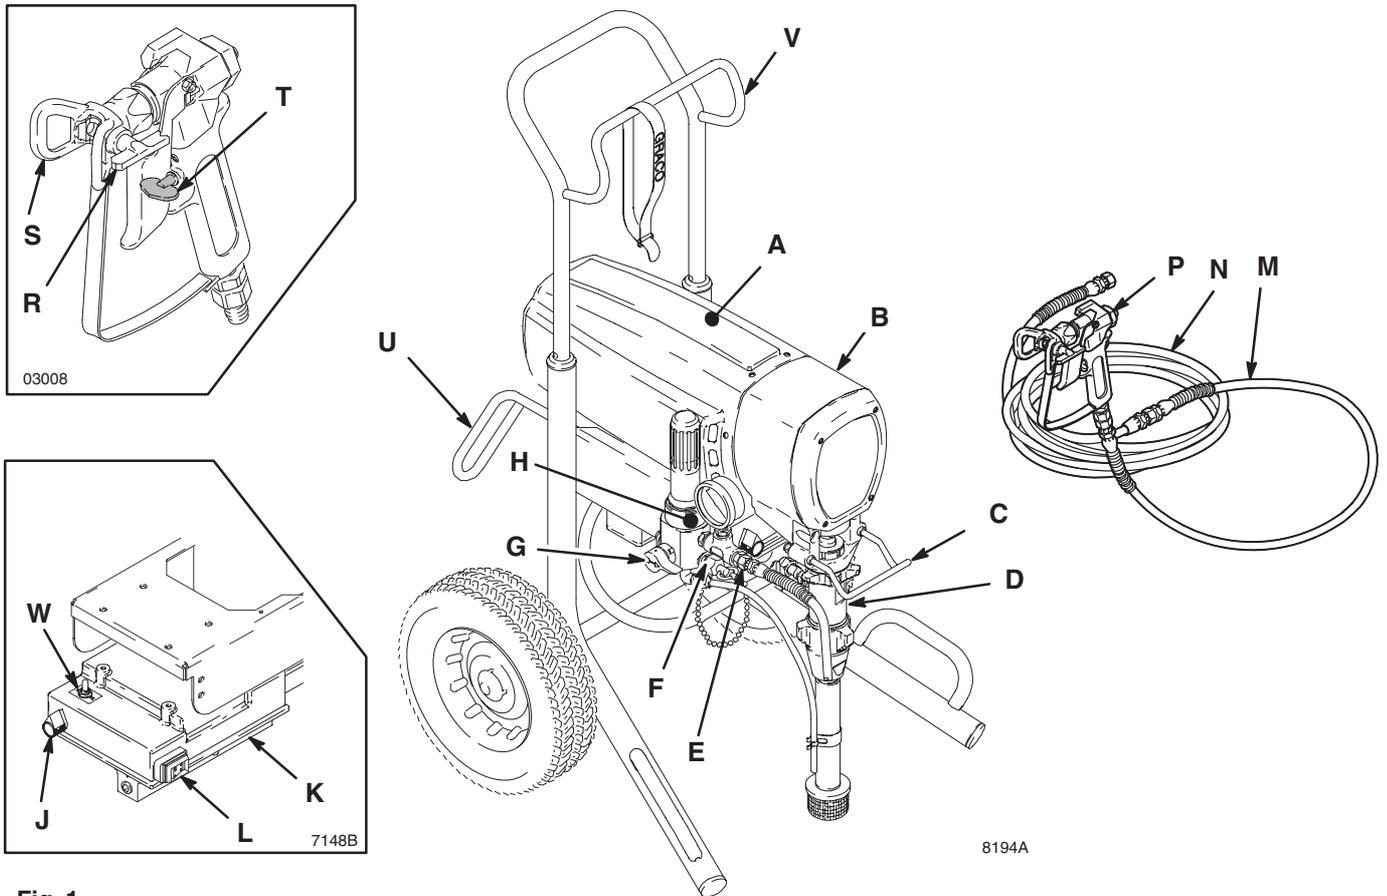

Fig. 1
- No instale un dispositivo de cierre entre el pulverizador y la pistola. Vea la Fig. 1.
**NOTA:** Consulte la Fig. 1, excepto cuando se indique lo contrario.